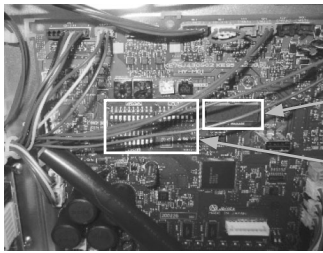

Rysunek 1 Automatyczny zawór odpowietrzający
*1. **Należy zainstalować automatyczny zawór odpowietrzający w najwyższym punkcie każdej rury rozgałęziającej z kontrolera HBC (w dwóch miejscach w najwyższym punkcie rury powrotnej z kontrolera podrzędnego HBC i w sześciu miejscach w najwyższym punkcie rur powrotnych z jednostek wewnętrznych).** (Patrz Rysunek 1).